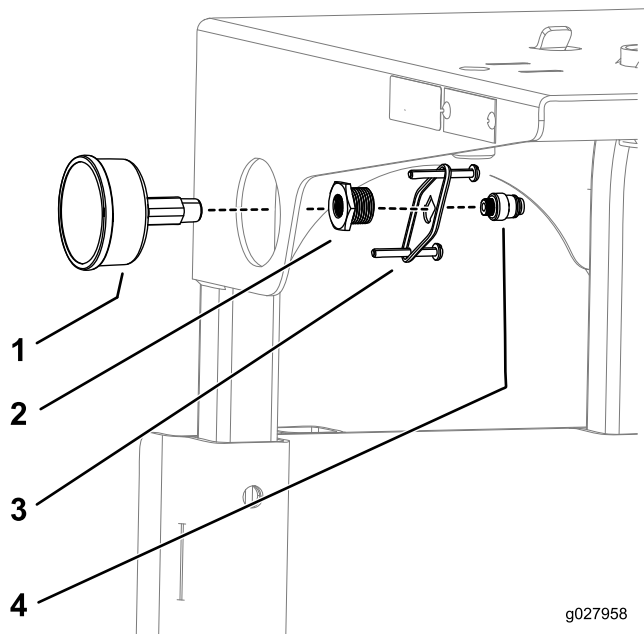

Bild 7
6. Wickeln Sie PTFE-Band um das Gewinde am Druckmanometer und montieren Sie das Druckmanometer, wie in Bild 7 abgebildet.